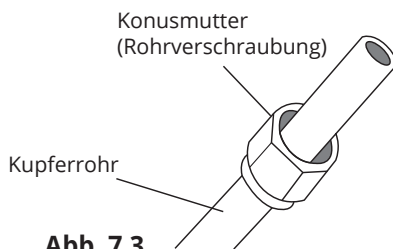

Abb. 7.3
3. Setzen Sie Konusmutter auf beide Rohrenden. Achten Sie darauf dass sie in die richtige Richtung ausgerichtet sind, da sie nach der Aufweitung nicht geändert werden können. Siehe Abb. 7.3.